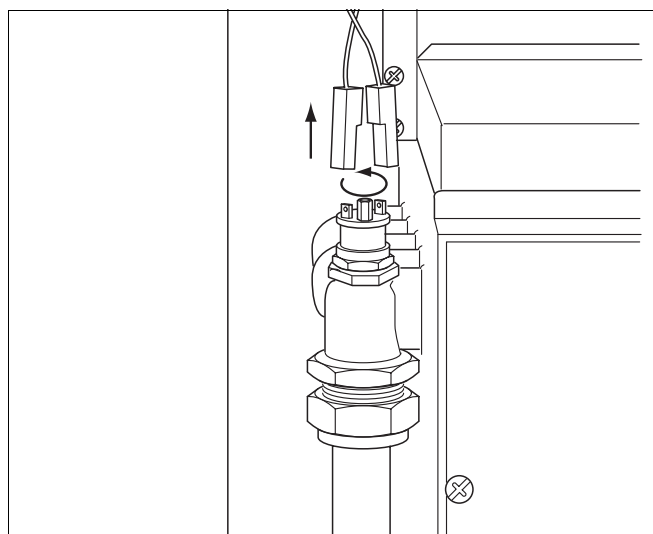

Fig. 17 Înlocuirea termostatului de siguranță
- Se deșurubează STB-ul și se înșurubează unul nou. Se unge filetul cu **vaselină bună conducătoare de căldură** (Fig. 17).